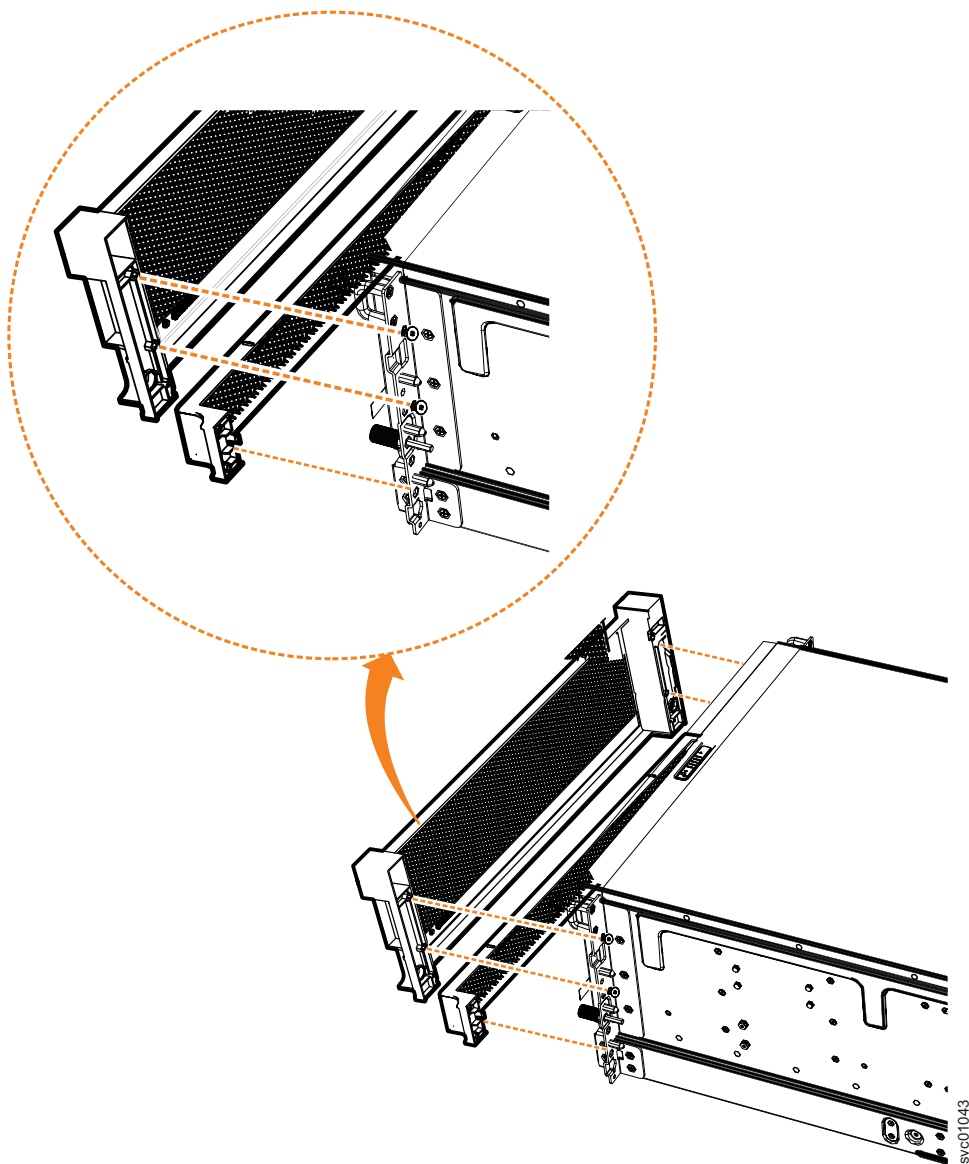

图 91. 更换扩展机柜上的面板组件
2. 将前部 4U 面板与机柜对齐，使指旋螺钉穿过每一侧的孔。如第 92 页的图 91 所示，该操作将面板后部的螺丝孔与机柜前凸缘上的螺丝孔对齐。
4. 重新连接用于遮盖电源单元 (PSU) 的底部 1U 面板。将面板与机柜对齐，并轻推直到其咔嗒一声锁定到机箱上，如第 92 页的图 91 中所示。